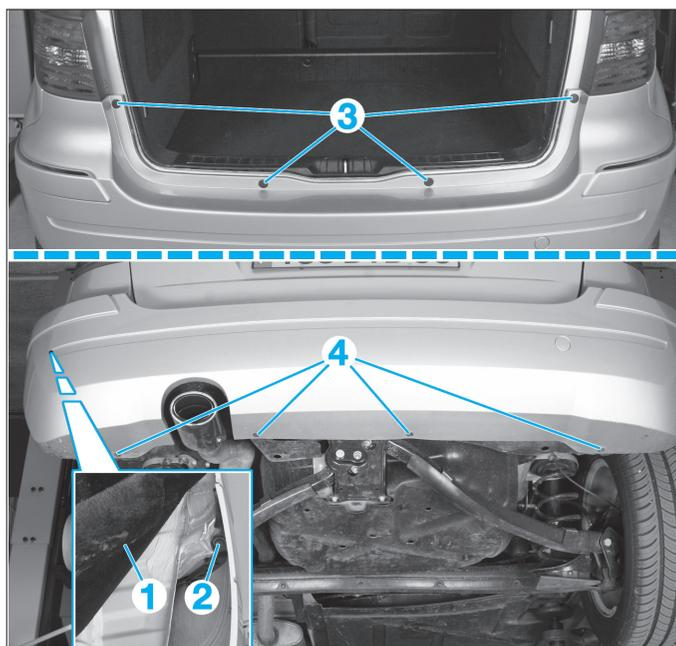

FIG. 70
- Dégrafer la partie arrière de la garniture (1) du passage de roue arrière.
- De chaque côté, déposer la vis (2) (Fig.70).